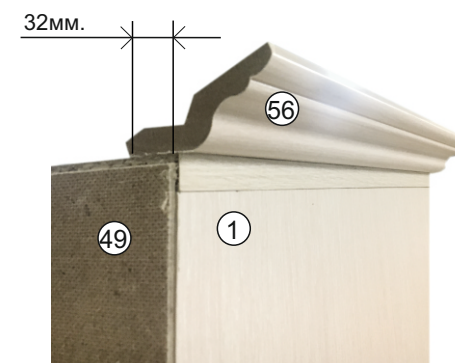

Рис. 1
2. Затем приложите карниз №56 к начерченной линии согласно рис.1 и прикрепите его при помощи шурупов 4x25.